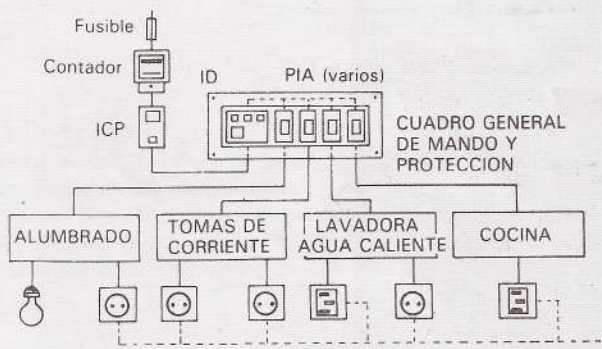

Figura 3.5. Esquema de la instalación eléctrica de una vivienda.
- 4) En las instalaciones eléctricas de viviendas, junto al cuadro de mando y protección, e inmediatamente antes, se sitúa el "Interruptor de control de potencia (ICP)" (Figura 3.5). Éste es un interruptor automático que determina la potencia simultánea disponible, de acuerdo con el contrato de suministro de energía eléctrica. Este interruptor desconecta la instalación, se "dispara" cuando la suma de las potencias de los aparatos conectados a la vez sobrepasa la potencia contratada. ¿De qué calibre (intensidad a la que dispara) será el interruptor de control de potencia, si la potencia contratada es de 3.450 W a la tensión de 230 V?